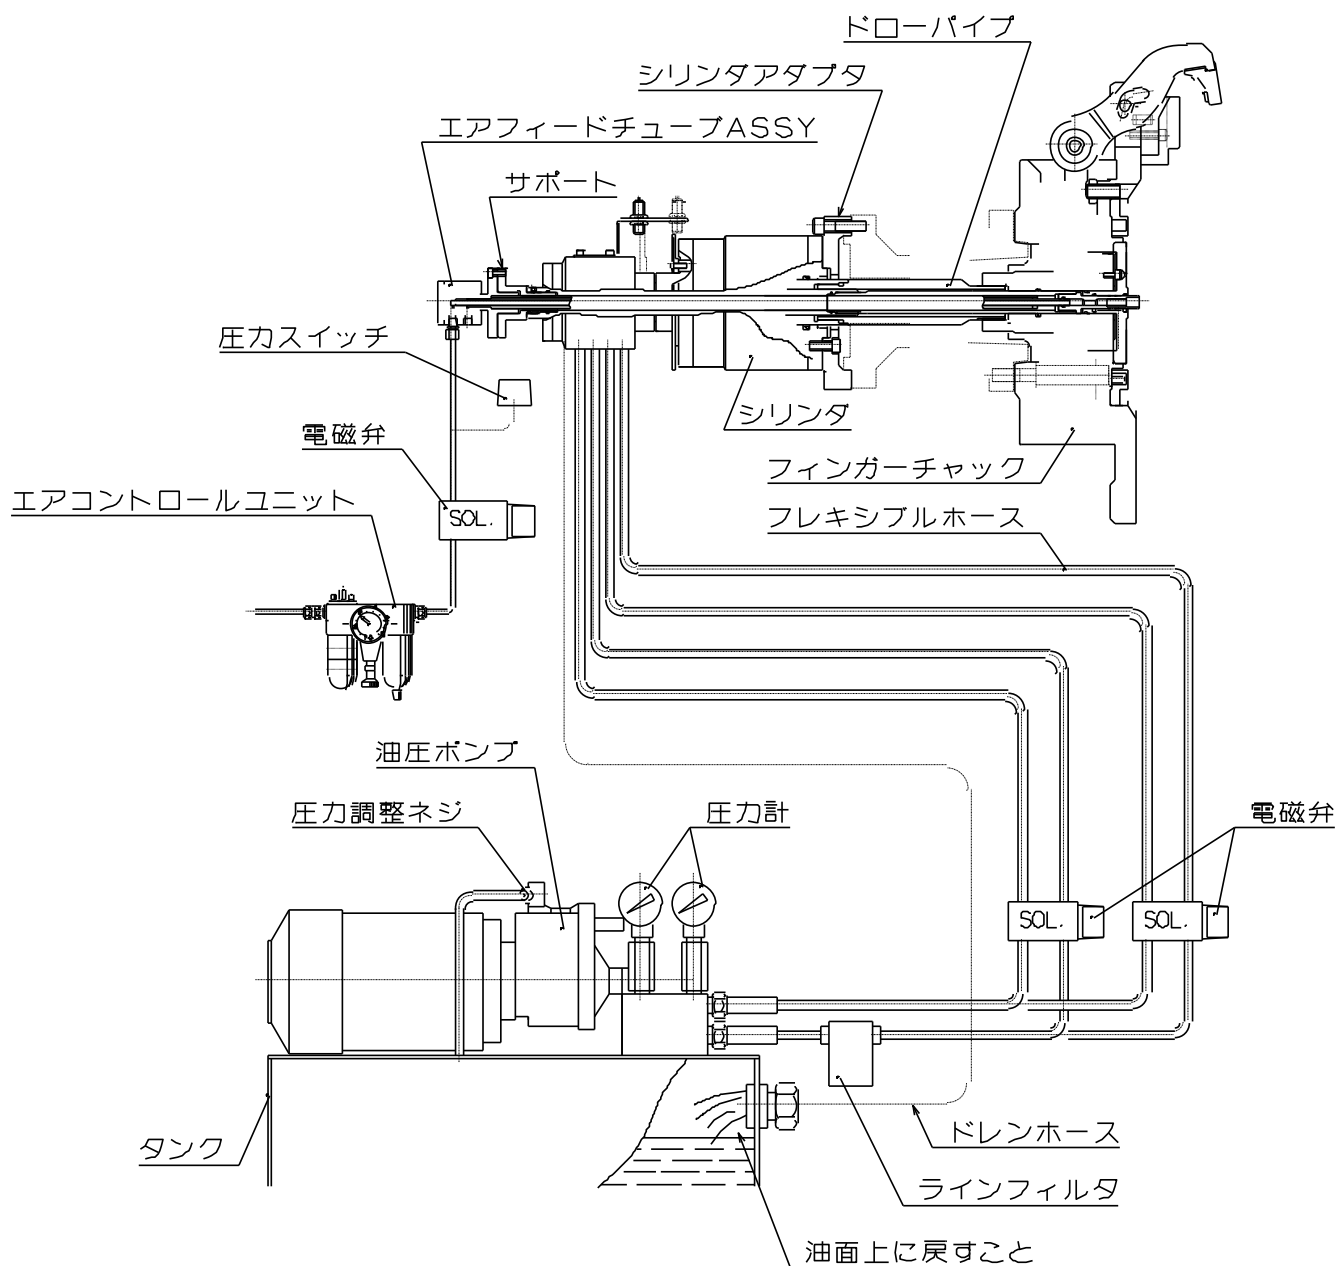

図 11
- ・ ドレンは必ず油圧ユニットの油面上に戻すこと。(図 11 参照)